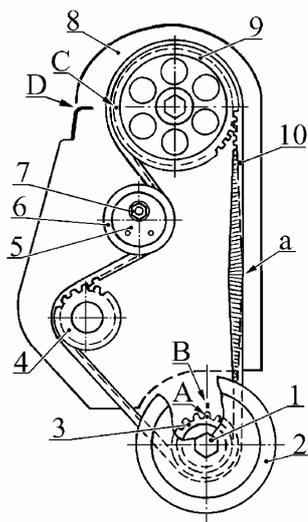

Рис.7. Детали привода распределительного вала:
4.2.1 Проверить совпадение меток "А" и "В", "С" и "D", рис.7. При необходимости совместить их согласно п. 3.3.1.9.
4.2.6 Включить четвертую передачу в КП и вывернуть болт 1, рис.7, крепления демпфера коленчатого вала (ключ кольцевой 19).